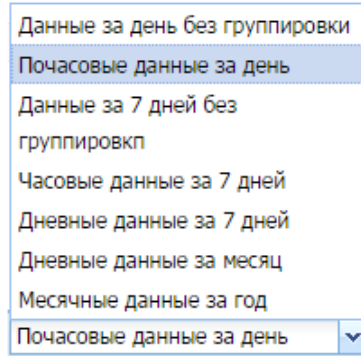

Рисунок 15.3 –
2. Выбрать _____ (рисунок 15.3) и указать вкладку